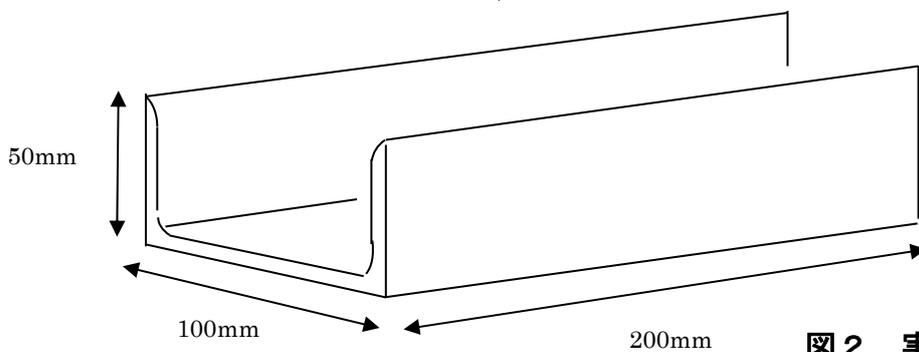

図 2 実技材台の形状
(3) タック溶接（仮付）は、実技用材料の両端から各々15mm以内の裏面に行うこと。
(4) ルート間隔は任意とする（テーパ間隔も行ってよい）。
**※(5) タック溶接（仮付）終了後、指導者に申し出て「確認を受ける」こと。**
(6) 溶接による変形は、逆ひずみ法によって防ぐものとする。
(7) エンドタブは使用禁止とする。又、捨て金を使用して連続溶接を行ってはならない。
(8) 実技作業材台は、主催者が準備したものを使用すること（3 頁の図2を参照）。
(9) 練習材は、作業台に準備されている実技作業材台を使用し、練習を行ってもよい。
(10) 溶接は、タック溶接（仮付）部を除いて片面溶接とし、裏面から溶接をしてはならない。
(11) 溶接方向は、左進、右進又はそれらの混用のいずれでもよい。ただし、1パス中の混用は認めない。
- (12) 溶接層数及びパス数は自由とする。
- (13) 溶接中及び溶接後において、変形の矯正は禁止する。
- (14) たがねは、スラグやスパッタを取るために使用するのはいいが、溶接金属をはつき取る目的で使用してはならない。